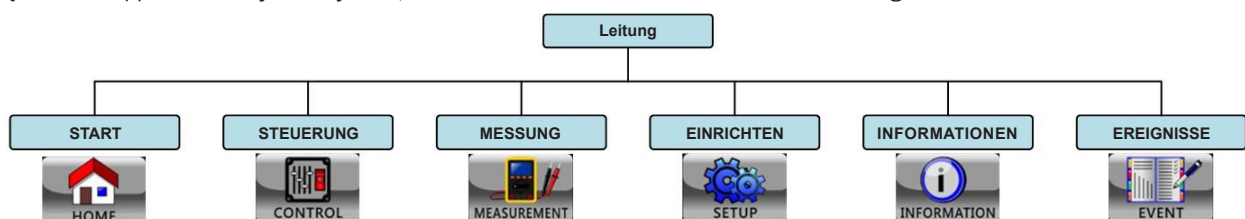

Abbildung 4.4 Menübaum
- ➌ **Hauptmenü:** Tippen Sie auf jedes Symbol, um das Untermenü aufzurufen. Siehe Abbildung 4.4 für Menübaum.